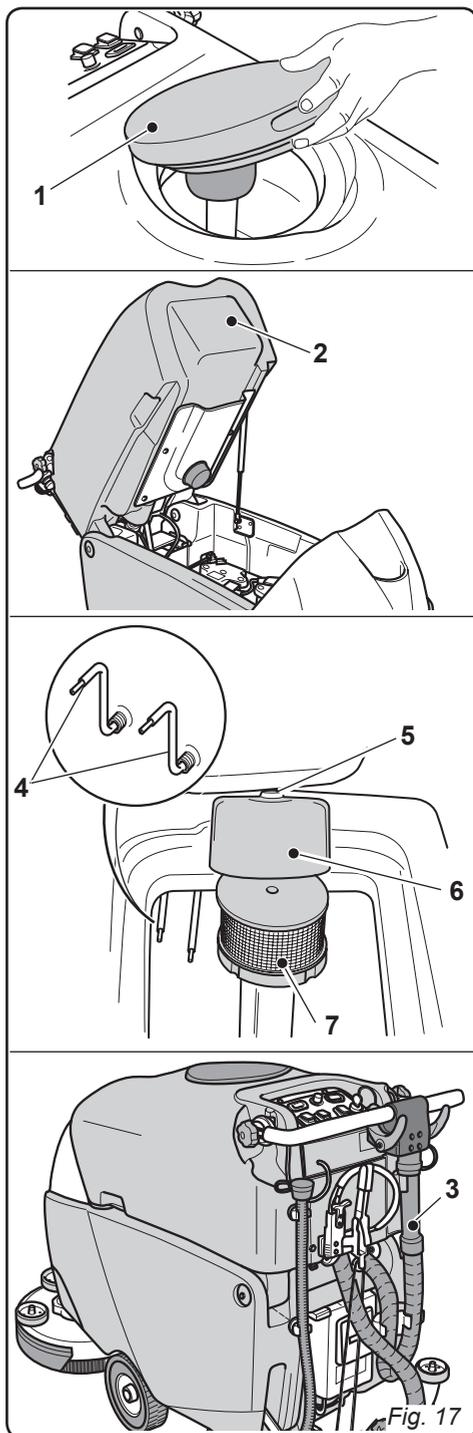

Fig. 17
10.1.b - Pulizia serbatoio acqua di recupero (Fig. 17)